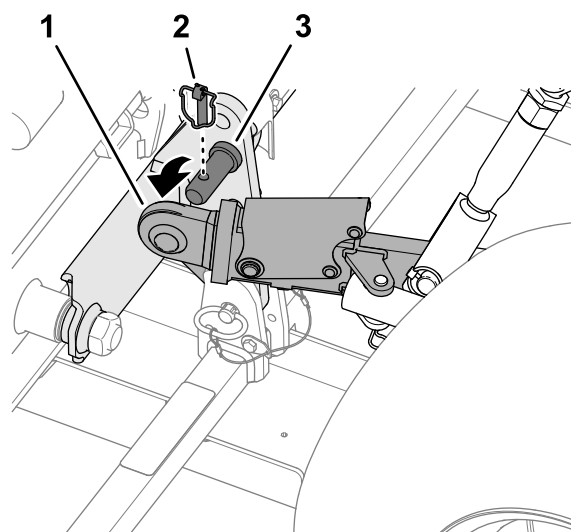

Figura 47
1. Remova os pinos de sujeição e deslize os braços de articulação inferiores para fora dos pinos de engate da máquina (Figura 47).